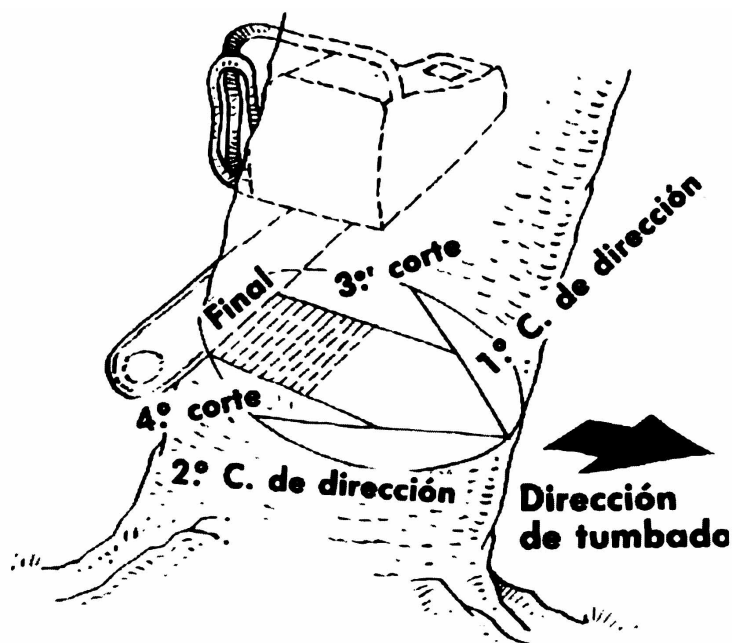

FIG. 073
- El corte final de tala se hace a continuación, lentamente, hasta que se note que el árbol comienza a caer, entonces retirarse. **FIG. 073**